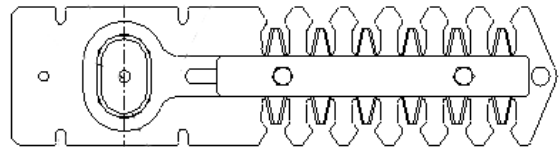

Figur 4
1. Håll maskinen i en hand. För upp spärren för att lossa skyddet, figur 4.